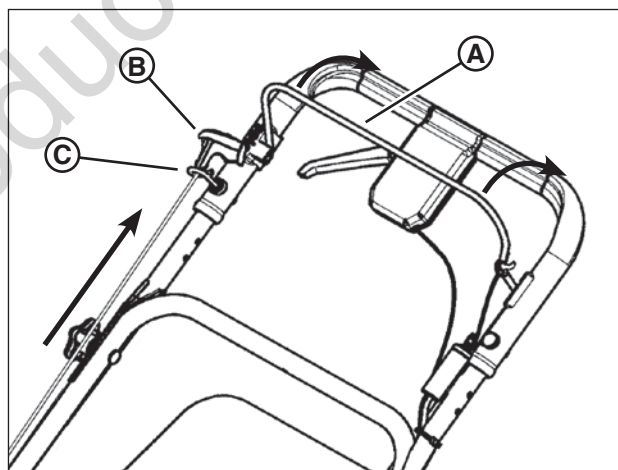

Figure 3: Poignée de corde de lancement
1. Serrer la commande de lame (**A**, **Figure 3**) contre la poignée.